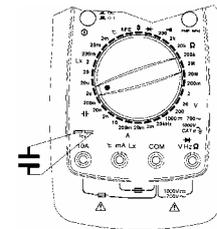

Рисунок 8
- (1) Установите поворотный переключатель в положение требуемого диапазона измерения емкости Cx и нажмите кнопку "Lx/Cx".
- (2) Вставьте выводы конденсатора в гнезда колодки Lx/Cx как показано на рис. 8.
- (3) Если на дисплее Вы увидите только символ "0L", это означает состояние перегрузки, и следует выбрать больший диапазон измерения.
- (4) Прочитайте на ЖК-дисплее показание результата измерения.